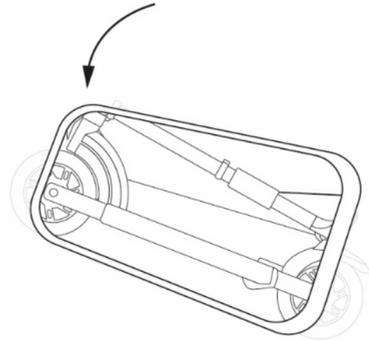

Figura 51 - Patinete totalmente introducido en el maletero
3. Completar la inserción del patinete girándolo e insertando también la rueda trasera (**véase Figura 51 - Patinete totalmente introducido en el maletero**).